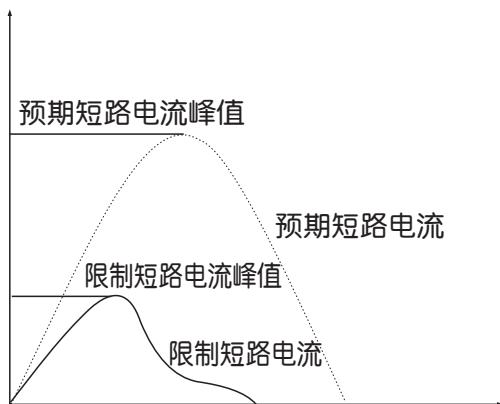

图1
- 断路器具有高限流能力,从而较大限度地限制了短路造成的破坏性能量,其限流特性见图1。